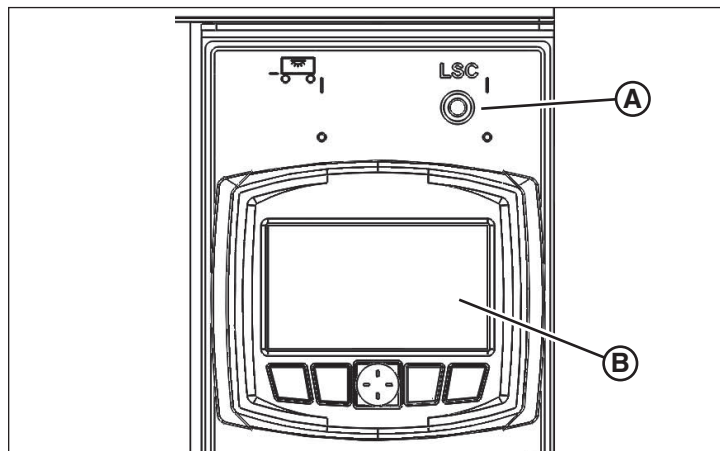

Figure 23
Le panneau de commande du moteur LSC consiste en un interrupteur marche/arrêt du panneau principal (A, Figure 23), et un panneau de commande LSC avec affichage ACL (B).